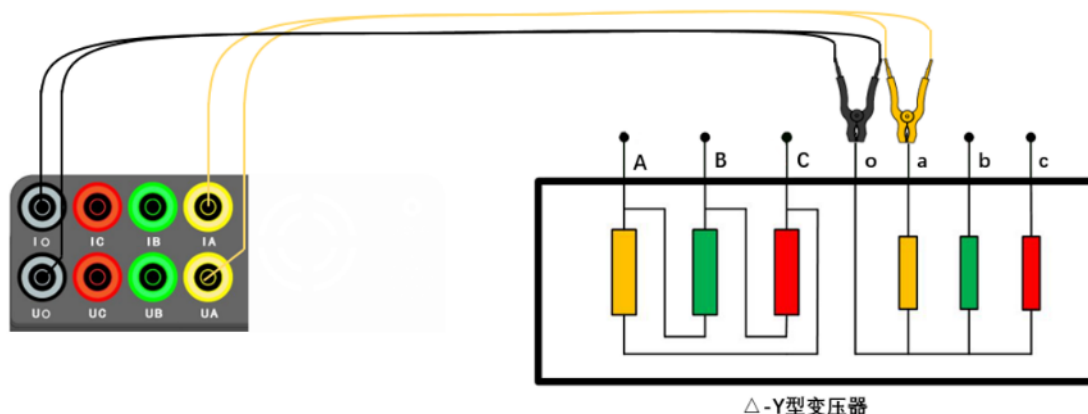

图 3 常规 Y 型单相测量法接线图
- 4) **AO:** 接线方法参考图 3。采用四线制测量 AO 绕组的直流电阻;
- 5) **BO:** 接线方法参考图 3。采用四线制测量 BO 绕组的直流电阻;
- 6) **CO:** 接线方法参考图 3。采用四线制测量 CO 绕组的直流电阻;
- 1) 按照图 3 所示进行接线：